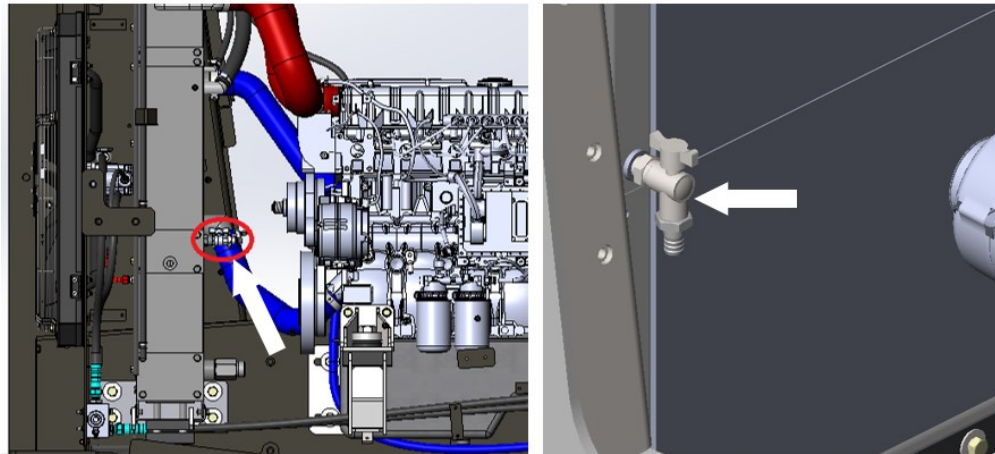

Рисунок 5.63. Кран для слива охлаждающей жидкости с радиатора
- ▶ Открыть кран, слить охлаждающую жидкость с блока радиатора рис. 5.63.
- ▶ Закрывать кран на радиаторе системы охлаждения двигателя рис. 5.63.